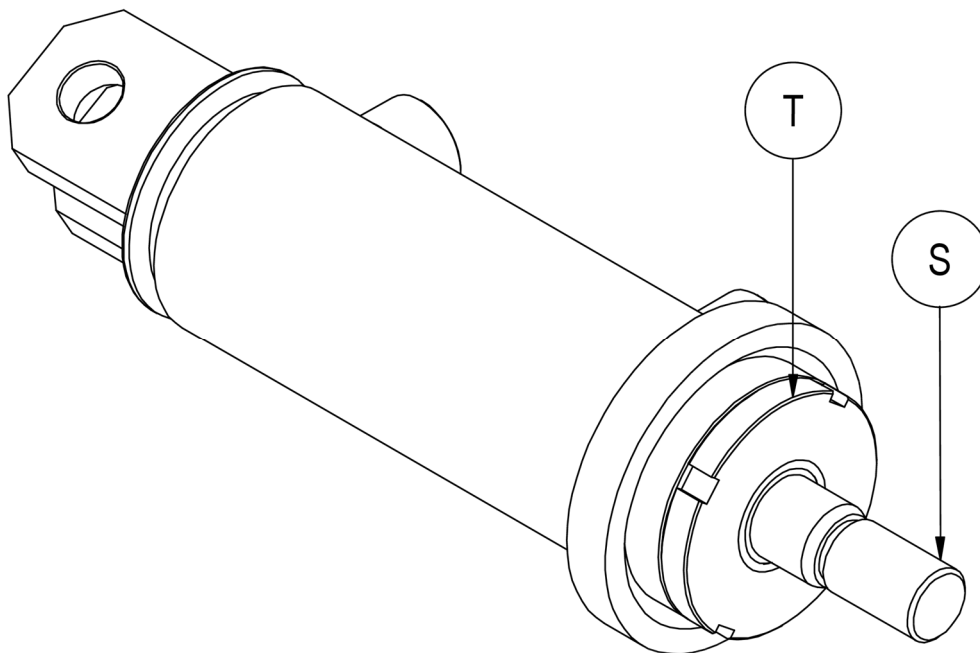

Figura 15
8. Tomar como referencia la *Figura 15*.